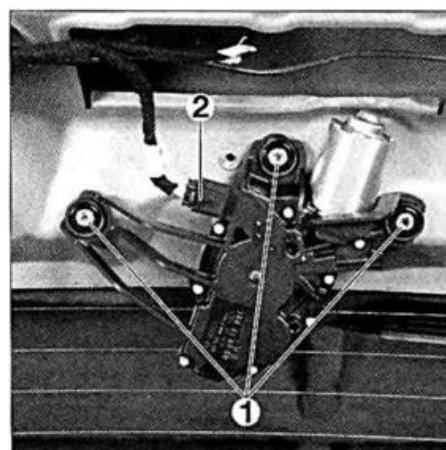

FIG. 66
- Sacar el conector (2) (fig. 66).
- Taladrar los remaches (1).